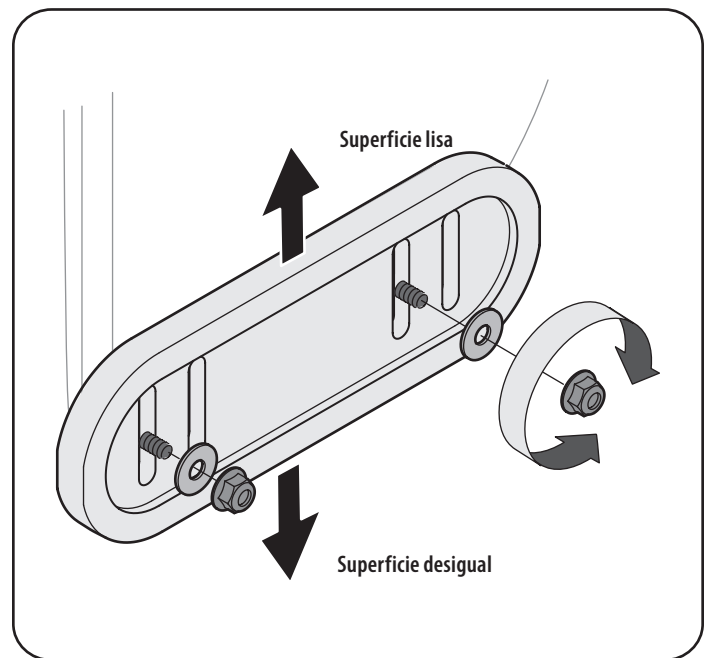

Figura 13
- Si desea quitar nieve al ras del suelo, eleve más las zapatitas antideslizantes en la caja de la barrena. Refiérase a la Figura 13.
1. Afloje las cuatro tuercas hexagonales (dos en cada lado) y los pernos del carro. Mueva las zapatitas antideslizantes a la posición deseada. Vea la Figura 13.